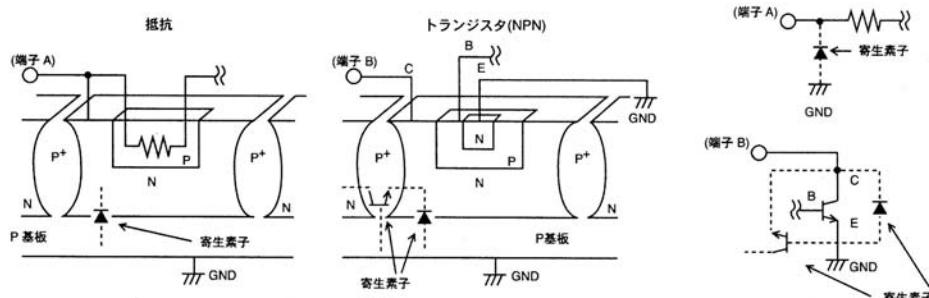

Fig.26 モノリシック IC の簡易構造例
7. 本 IC はモノリシック IC であり、Fig.26 のように P 基板(サブストレート)と、各素子間に P^+ アイソレーションを有しています。この P 層と各素子の N 層とで P-N 接合が形成され、電位関係が、